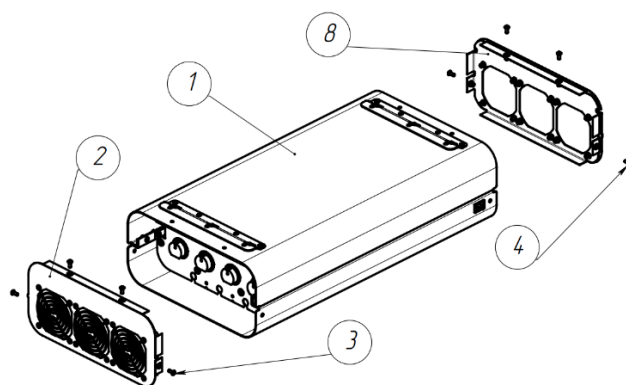

Рисунок 6
-Для предотвращения возникновения царапин и вмятин на корпусе положить прибор на подготовленную ровную, мягкую поверхность, как показано на рис.6.
-Вывернуть 8 винтов М4х10 (рис.6, поз.4) и отделить от корпуса (рис.6, поз.1) верхнюю (рис.6, поз.8) и нижнюю панели (рис.6, поз.3).